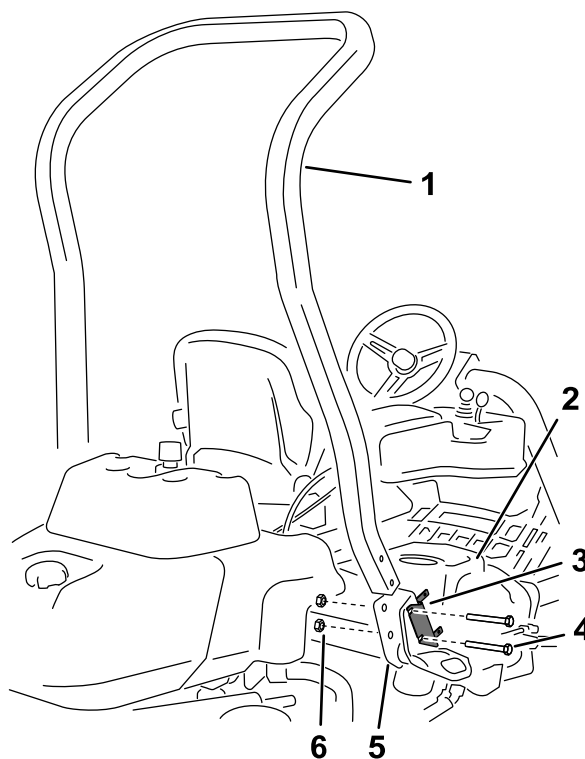

Figure 3
4. Retirez les 2 boulons qui fixent le support du porte-fusibles au support de la structure ROPS, comme montré à la Figure 3.